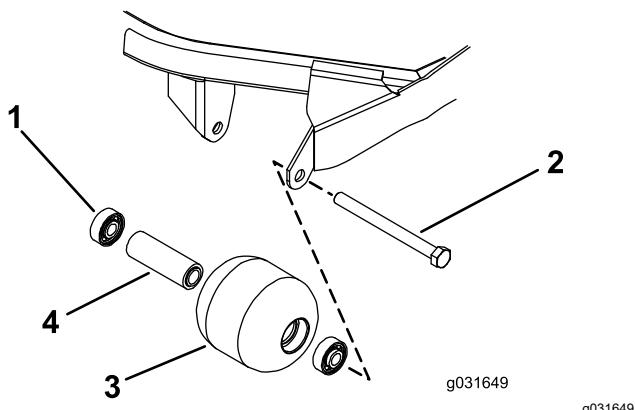

Figura 71
1. Retire o parafuso de montagem do rolo (Figura 71).
4. Verifique se a estrutura dos rolamentos, os rolamentos e o espaçador de rolamentos estão danificados (Figura 71).
1. Empurre só a calha externa ou, então, exerça o mesmo tipo de pressão nas calhas interna e externa, e empurre o primeiro rolamento para a estrutura do rolamento (Figura 71).
2. Coloque o espaçador (Figura 71)
3. Empurre só a calha externa ou, então, exerça o mesmo tipo de pressão nas calhas interna e externa, e empurre o segundo rolamento para a estrutura do rolamento até entrar em contacto com o espaçador (Figura 71).